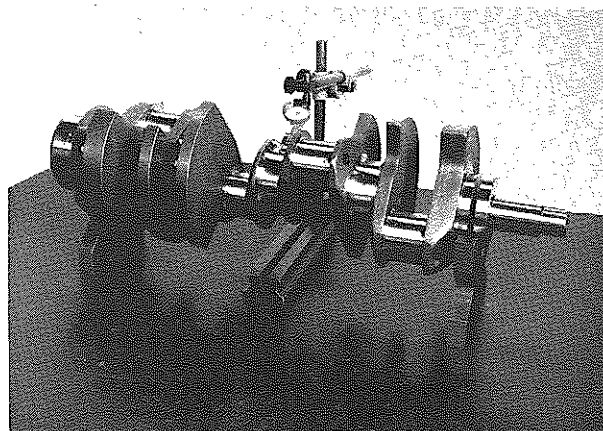

Fig. 102 - Misurare l'eccentricità
- Misurare l'eccentricità: porre l'albero motore su dei supporti a V alle due estremità. Installare un comparatore sulla mezzzeria e leggere il valore dell'eccentricità (**Fig. 102**). Sostituire l'albero se i valori riscontrati superano quelli ammessi indicati a pag. 1-5.
- Measure the eccentricity: place the crankshaft on supports with "V" shape ends. Place a dial gauge on the center line and read the eccentricity value (**Fig. 102**). Replace the crankshaft if the values are over those indicated in page 1-5.